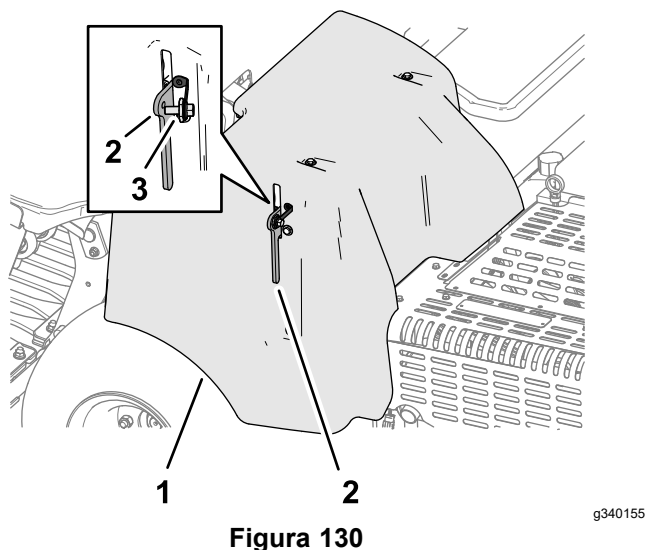

Figura 130
1. Se a sua máquina tiver o cordão de fecho da cobertura da correia, desaperte o parafuso do cordão até que se separe do trinco da cobertura (Figura 130).